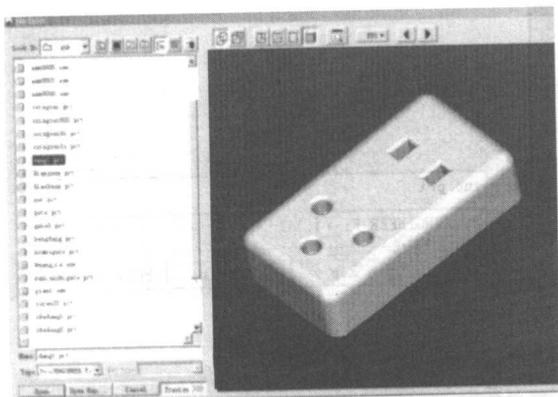

图 2-9
4. 在 Pro/E 2001 版本中，新增了预览命令。单击对话框中的 Preview>>>按钮，系统在对话框的右侧自动打开模型文件，如图 2-9 所示。再次单击 Preview>>>按钮，预览窗口被关闭。